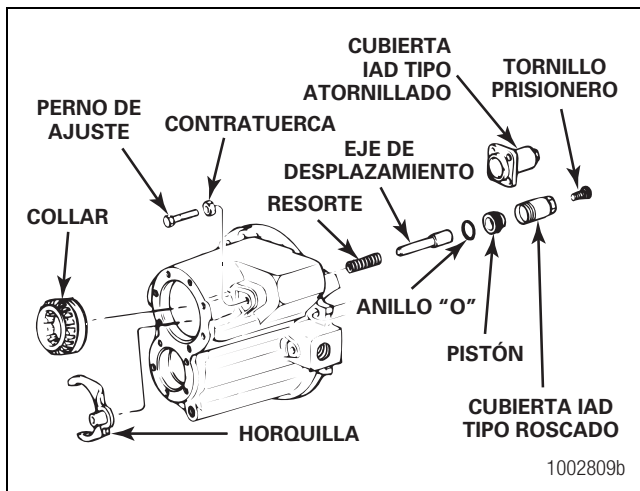

Figura 5.63
1. Revise el eje de desplazamiento para ver si existen daños. Use una tela de esmeril para eliminar daños menores. Si es necesario, reemplace el eje de desplazamiento. Figura 5.63.